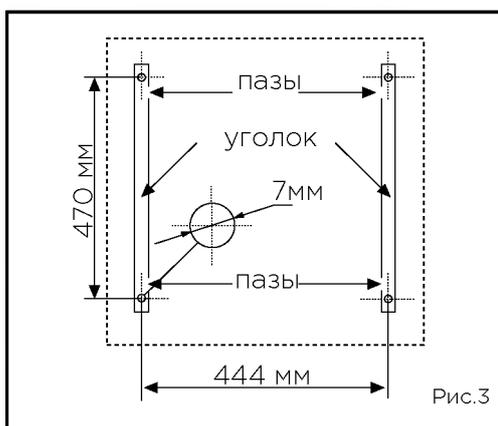
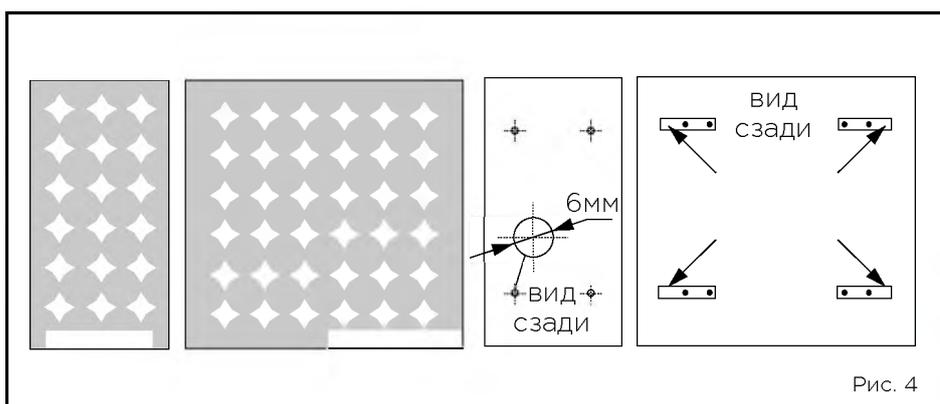

Рис.3
Рис. 4
3. Для монтажа светильников ССВ с типом корпуса "накладной" необходимо сначала закрепить на верхнем основании (потолке) два уголка, как показано на рис. 3. Затем повесить светильник, вставив в пазы уголков (на рис.3 обозначены стрелками) кромки (ушки) (на рис.4 обозначены стрелками) корпуса светильника.